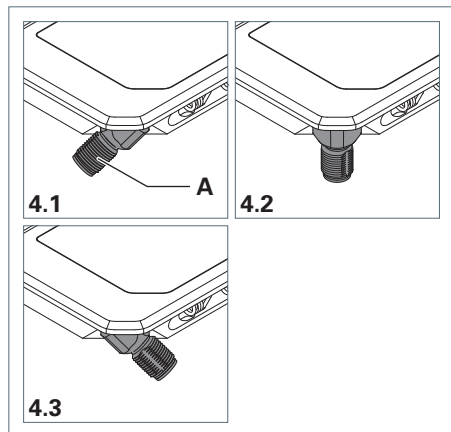

Fig. 4: APE – Stellungen des Steckers.
- Drehen Sie den Stecker **A** in die vorgesehene Stellung, siehe Fig. 4.